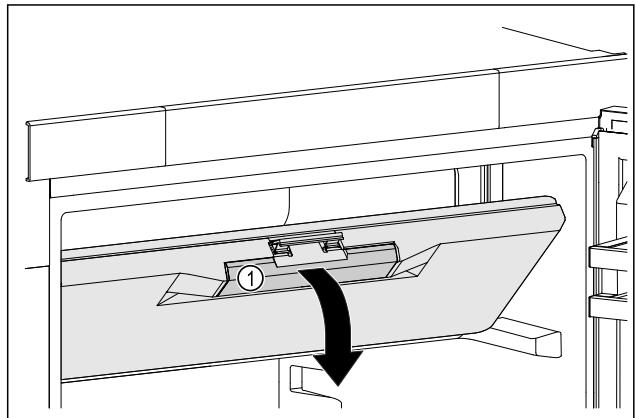

Fig. 48
- Хванете вратата на фризерното отделение за вдлъбнатия захват Fig. 48 (1).